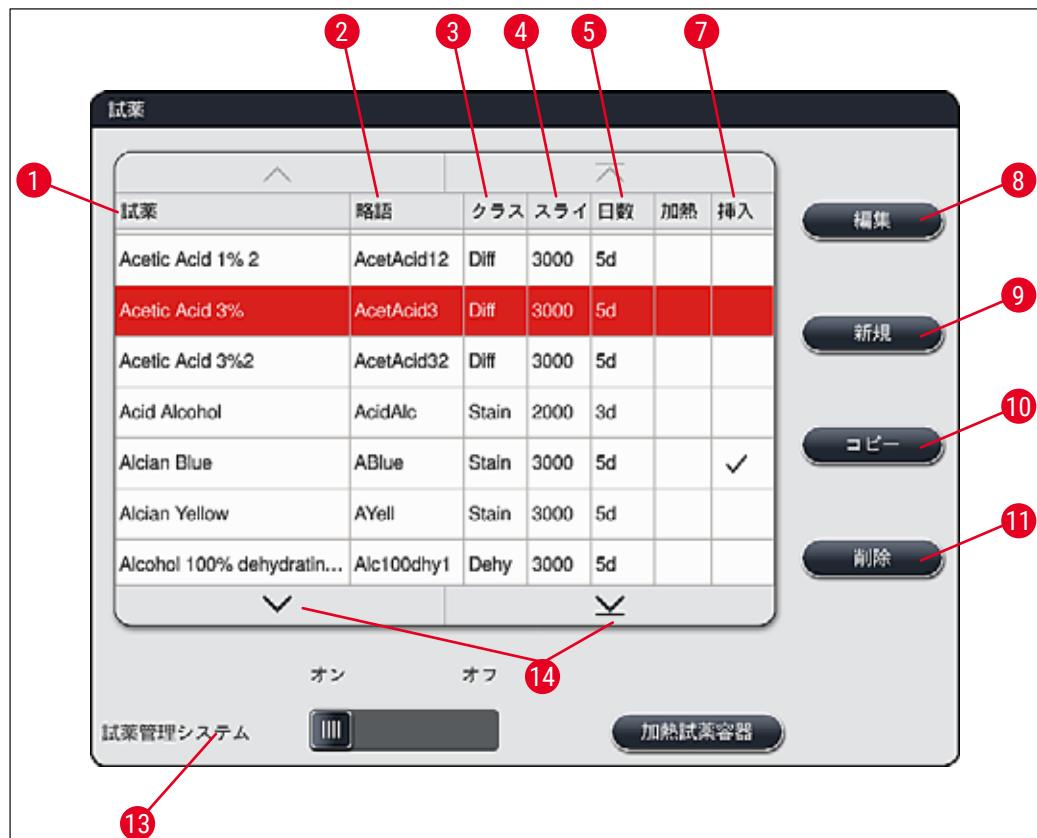

図 36
- 試薬リスト(→「図36」)でコピーする試薬をタッチ(選択)し、「コピー」(→「図36-10」)ボタンを押します。
- 試薬リスト(→「図36」)で変更する試薬をタッチ(選択)し、「編集」(→「図36-8」)ボタンを押します。